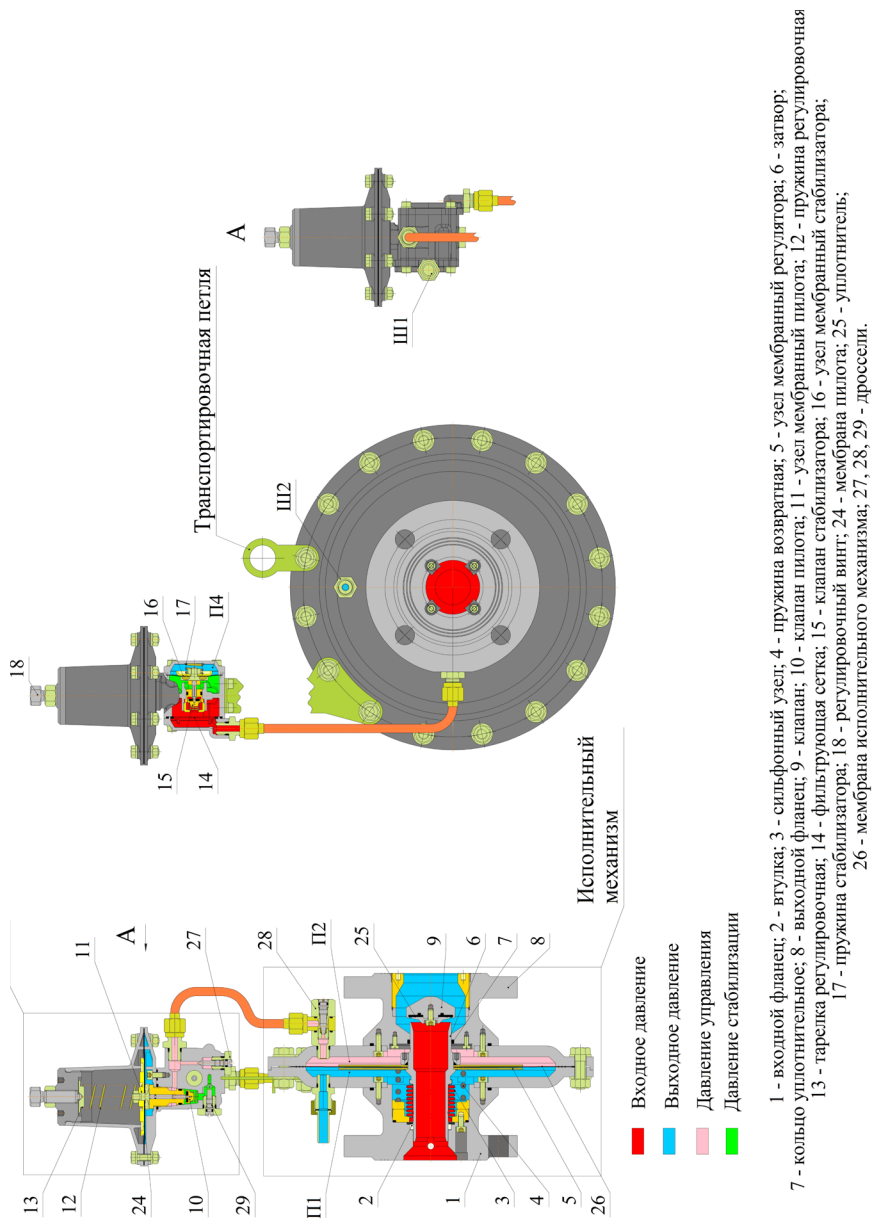
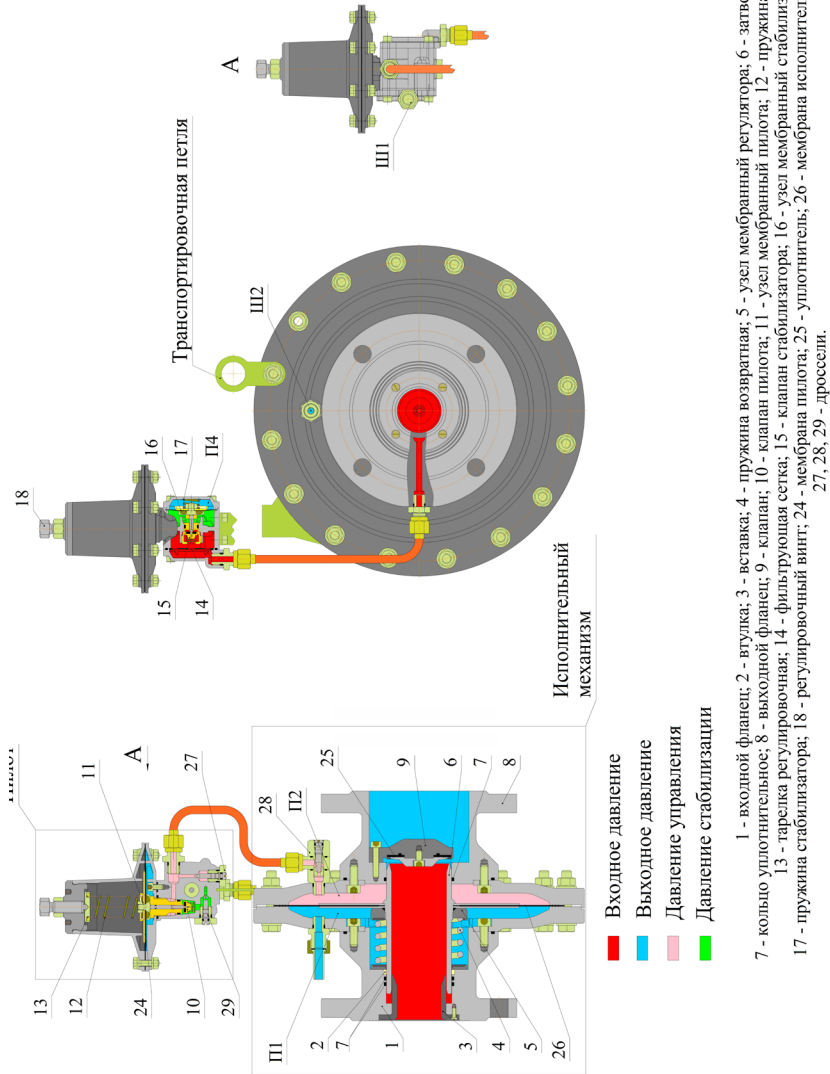

Рисунок 1 - Устройство регулятора
Рисунок 2 - Устройство регулятора
Исполнительный механизм состоит из входного фланца 1, втулок 2, возвратной пружины 4, мембранного узла 5, затвора 6, уплотнительного кольца 7, выходного фланца 8, клапана регулятора 9. Исполнительный механизм VENIO-C-50 отличается от исполнительного механизма VENIO-C-80 тем, что в нем установлен сильфонный узел (рис. 1), а в VENIO-C-80 установлены уплотнительные кольца 7 (3 шт.) и вставка 3 (рис. 2).
2.2.5 Устранение автоколебаний выходного давления и регулировка быстрогодействия регулятора производится при помощи дросселей 27, 28, 29 (рис. 1).